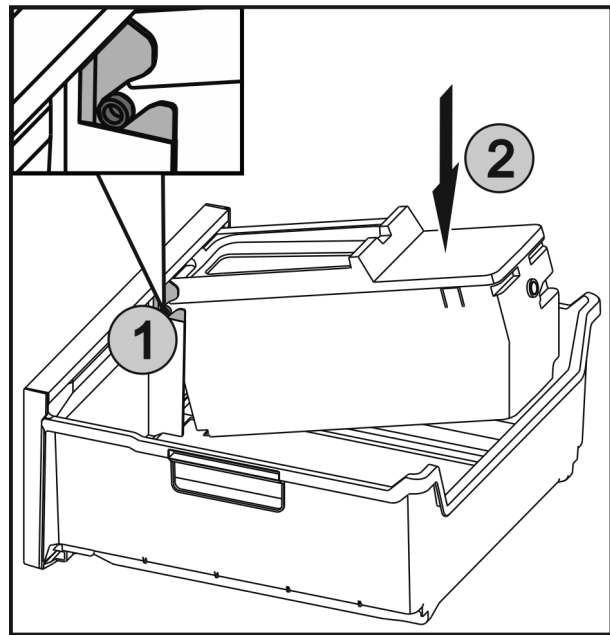

Fig. 23
- ▶ Insérer les axes Fig. 23 (1) sur l'EasyTwist-Ice dans les guides et appuyer sur le côté arrière Fig. 23 (2) jusqu'à ce que la languette s'enclenche.